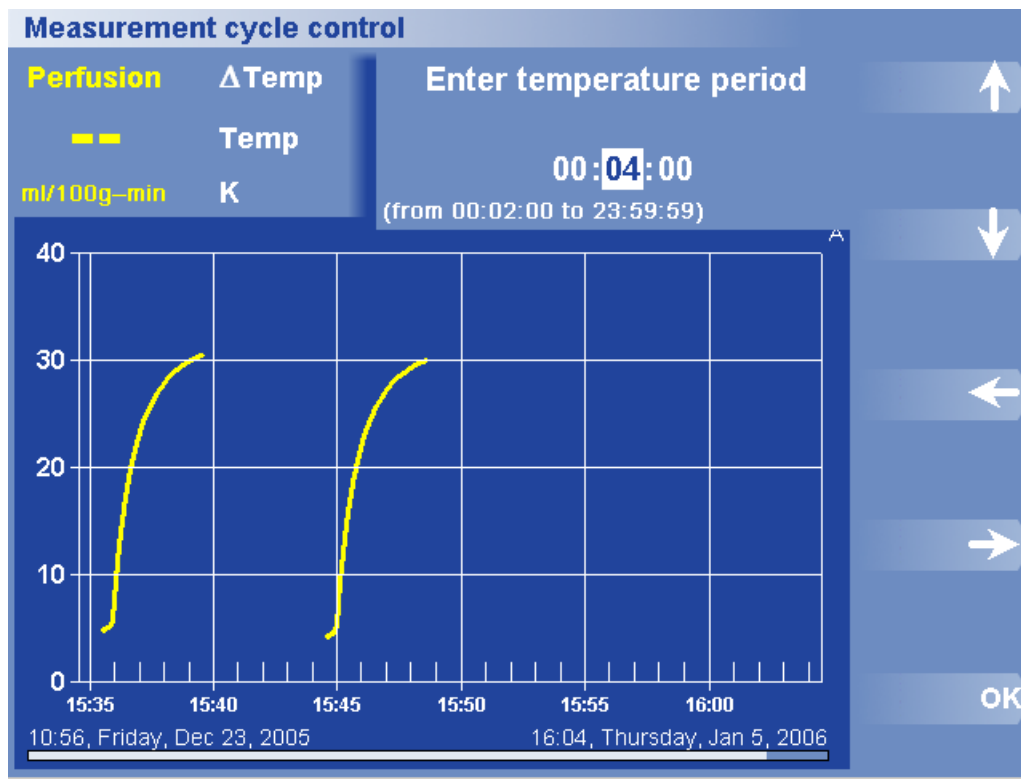

Figura 40. Caixa de Diálogo e Menu Período da Temperatura
2. Prima Temperature Period (Período da Temperatura). Aparece a caixa de diálogo Período de Temperatura (Figura 40).